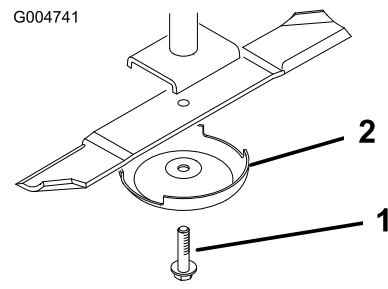

Figura 92
2. Afferrate l'estremità della lama con un cencio o un guanto bene imbottito. Togliete il bullone, la coppa antistrappo e la lama dall'asse del fusello (Figura 92).